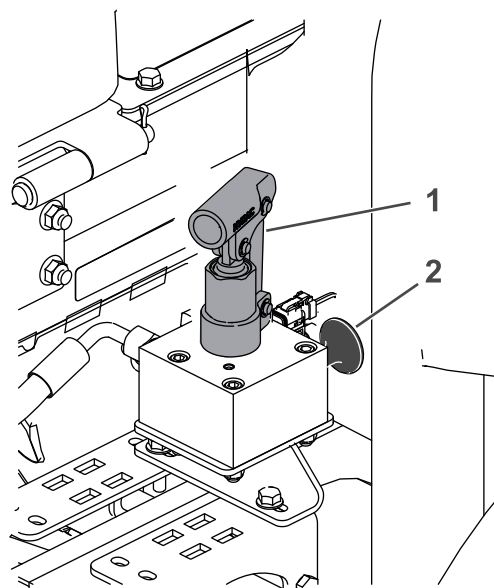

Рисунок 38
4. Найдите коллектор выключения тормозов рядом с передним правым колесом и за гидравлическим баком (Рисунок 38).